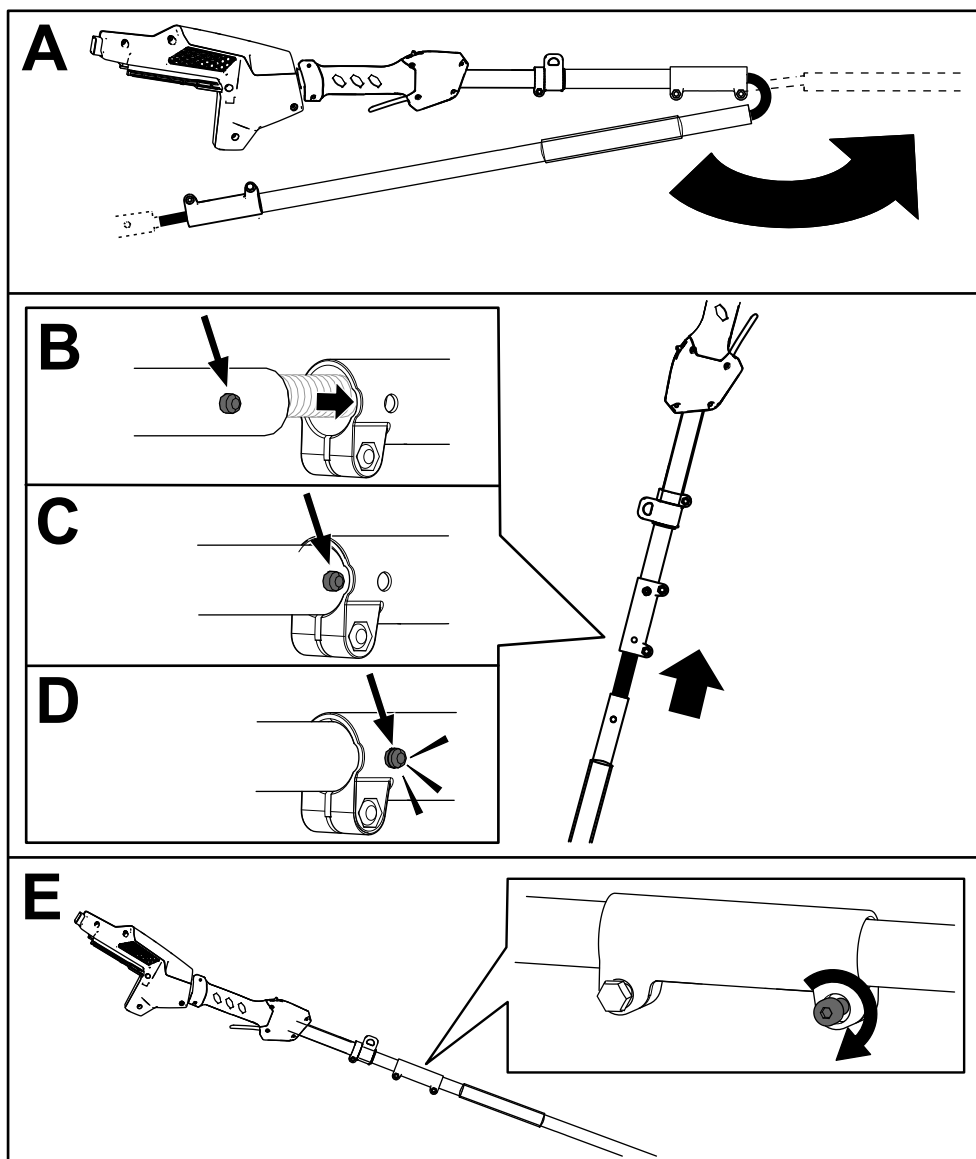

Figure 5
3. Utilisez la clé fournie pour verrouiller les deux sections ensemble (E de la Figure 5).